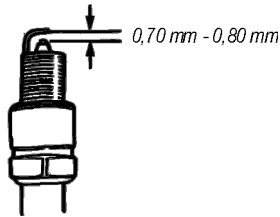

Fig. 27 – distancia de la bujía
- 7 – Para un correcto funcionamiento, la distancia de la bujía debe estar entre 0,70 mm y 0,80 mm (fig. 27);